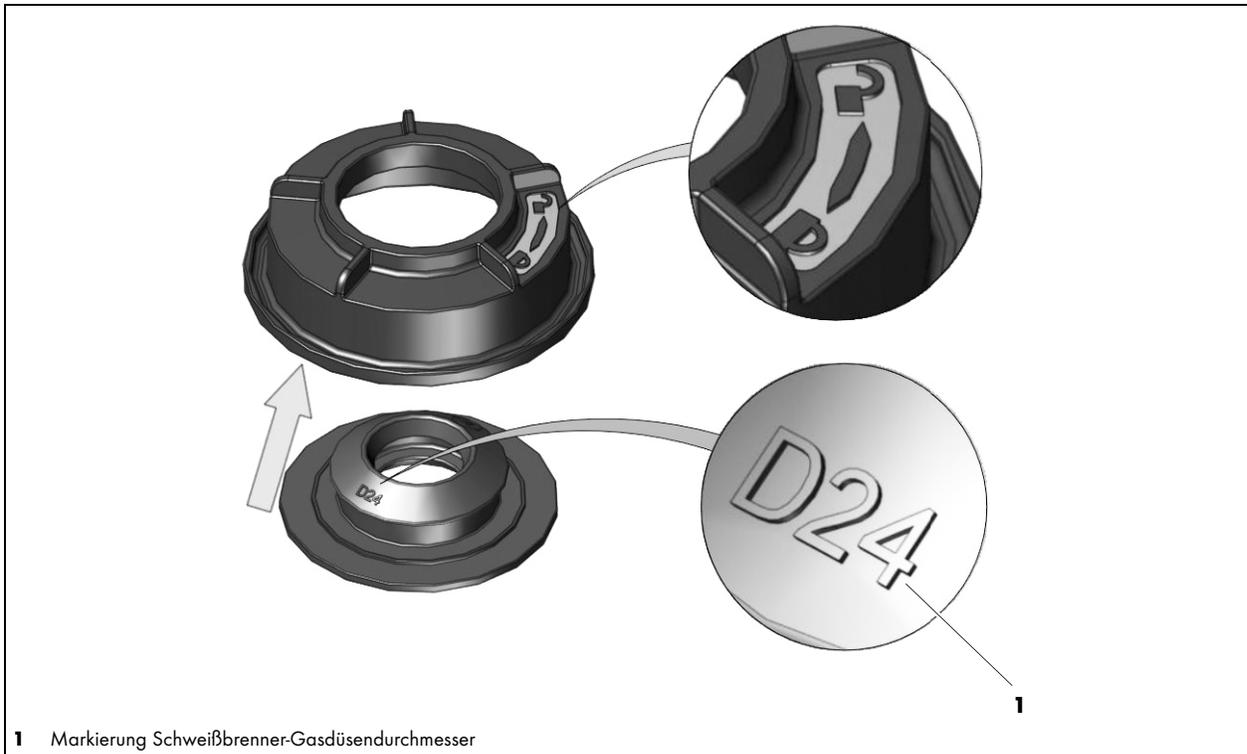

Abb. 11 Dichtgummi montieren
□ Abb. 11 Dichtgummi montieren auf Seite DE-19